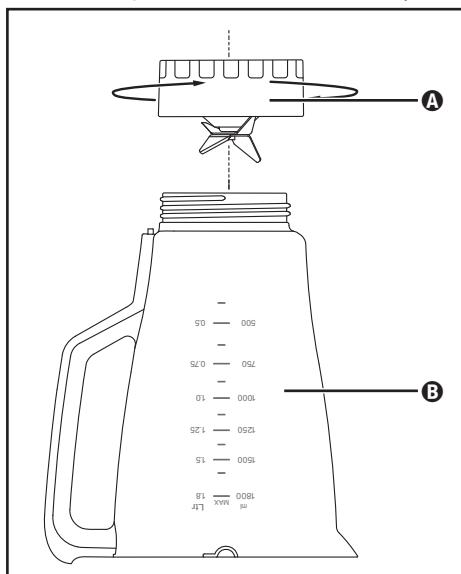

Fig. 3
- Dé la vuelta al aparato y gire el accesorio **A** en sentido antihorario para poder desmontarlo del recipiente **B** (consulte la fig. 3).